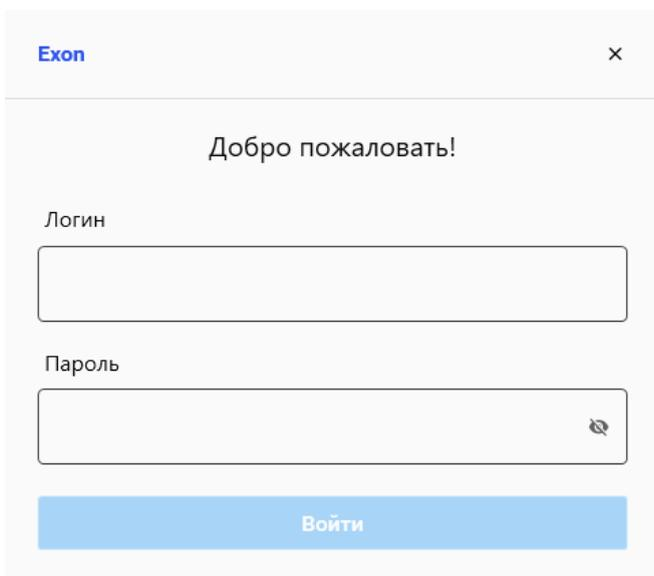

Рисунок 50. Авторизация.
- нажать кнопку «Войти». (Рисунок 50)